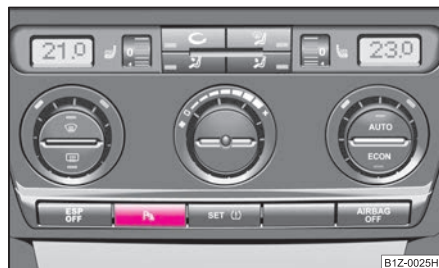

Fig. 136 Activación del aparcamiento asistido
El aparcamiento asistido se activa, estando conectado el encendido, acoplando la **marcha atrás** o pulsando la tecla ⇒ fig. 136 - en la tecla se enciende el símbolo **P**. La activación se confirma al emitirse un breve sonido.
El aparcamiento asistido se desactiva pulsando la tecla **P** ➔ **página 125, fig. 136** o yendo a una velocidad superior a 15 km/h - el símbolo **P** en la tecla se apaga.
- Si tras la activación del sistema se emite un sonido de aviso durante 3 segundos y en la proximidad del vehículo no se encuentra obstáculo alguno, existirá una avería del sistema. La avería se señala adicionalmente mediante el parpadeo del símbolo **P** en la tecla ➔ **página 125, fig. 136**. Acuda a un servicio oficial para que solucione la avería.